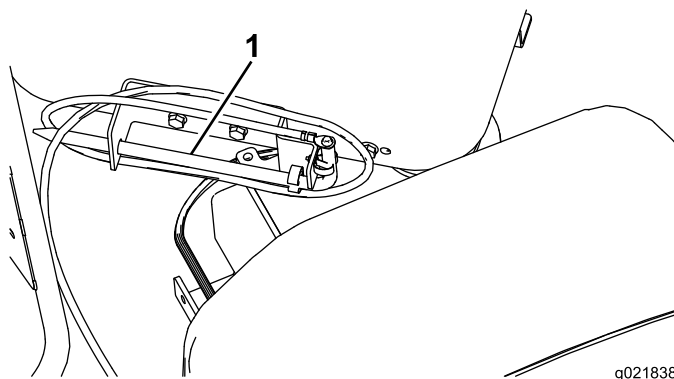

Рисунок 43
1. Удалите стойку заземления с держателя на стороне платформы оператора (Рисунок 43).
2. Переведите буровую каретку полностью вниз в буровую раму и произведите распыление состава для резьбовых соединений на резьбовую поверхность шпинделя, затем верните буровую каретку в верхнюю часть рамы (Рисунок 43).